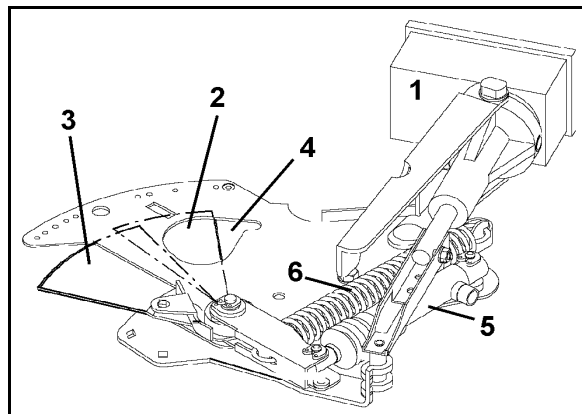

Fig. 15
Utmätningmängden styrs elektroniskt via **AMATRON⁺**. De båda elmotorerna (Fig. 15/1) påverkar doseringsspjällens (Fig. 15/2) öppningar (Fig. 15/4).
• Hydraulspjäll (Fig. 15/3):
Öppning av hydraulspjällen (inkopplings- och avstängningsspjäll) sker med en dragfjäder (Fig. 15/6) och stängning sker hydrauliskt (Fig. 15/5).